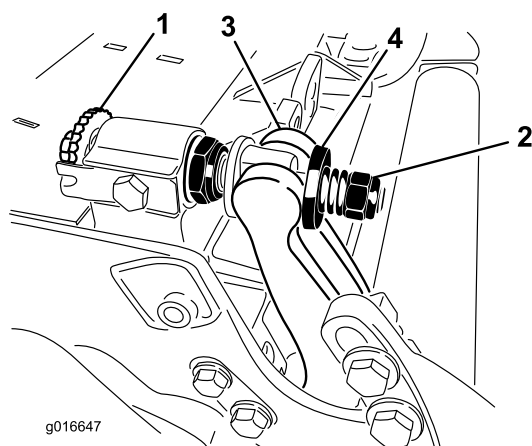

Figura 30
1. Gire el tornillo de ajuste de la barra de asiento, en el sentido contrario a las agujas del reloj, para alejar la contracuchilla del molinete (Figura 30).
2. Afloje la tuerca de tensado del muelle hasta que el muelle deje de presionar la arandela contra la barra de asiento (Figura 30).